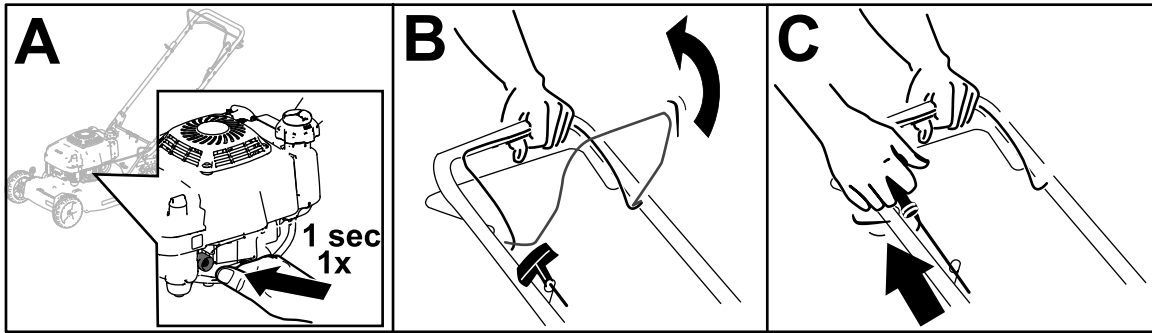

Figura 14
1. Empurre e segure de forma firme o êmbolo durante um segundo (A da Figura 14).
2. Mantenha a barra de controlo da lâmina encostada à pega (B da Figura 14).
3. Puxe a pega do arranque manual com cordão (C da Figura 14).